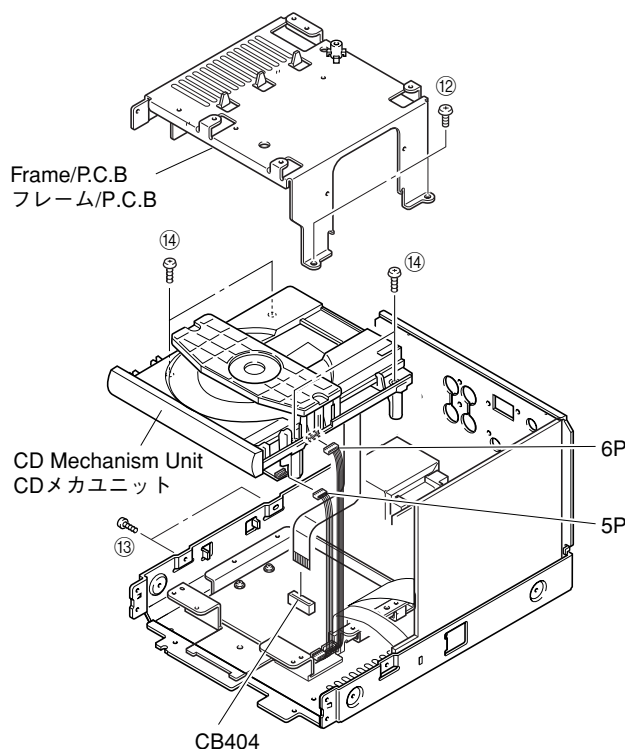

Fig. 5
- Remove 2 screws (⑫) and 2 screws (⑬) in Fig. 5. and then remove the Frame/P.C.B..
- Remove 4 screws (⑭) in Fig. 5.
- Disconnect the cable from the connectors (5P, 6P) of the motor P.C.B. of the CD mechanism unit. (Fig. 5)
- Disconnect the cable from the connector (CB404) and remove the CD mechanism unit. (Fig. 5)
- ⑫のネジ2本、⑬のネジ2本を外し、フレーム/P.C.B.を外します。(図5)
- ⑭のネジ4本を外します。(図5)
- CDメカユニットのモーター基板のコネクタ (5P、6P) からケーブルを外します。(図5)
- コネクタ (CB404) からケーブルを外し、CDメカユニットを外します。(図5)